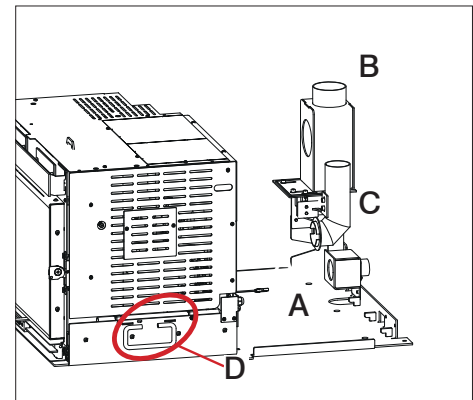

fig. 1
- Nachdem die korrekte Position des Einsatzes geprüft wurde, muss er mit den zwei seitlichen Griffen (D - Abb. 1) von der Grundplatte (A - Abb. 1) angehoben werden.